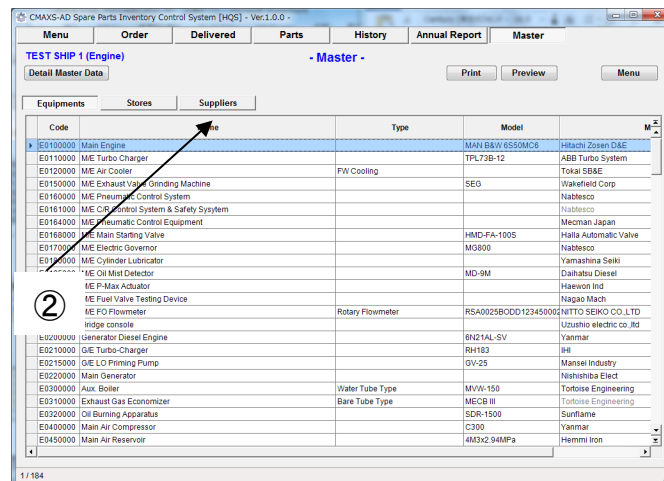

Fig.15-2 Master [Equipment] 画面
- (2) “Master [Equipment] 画面”(図 15-2) が表示されます。